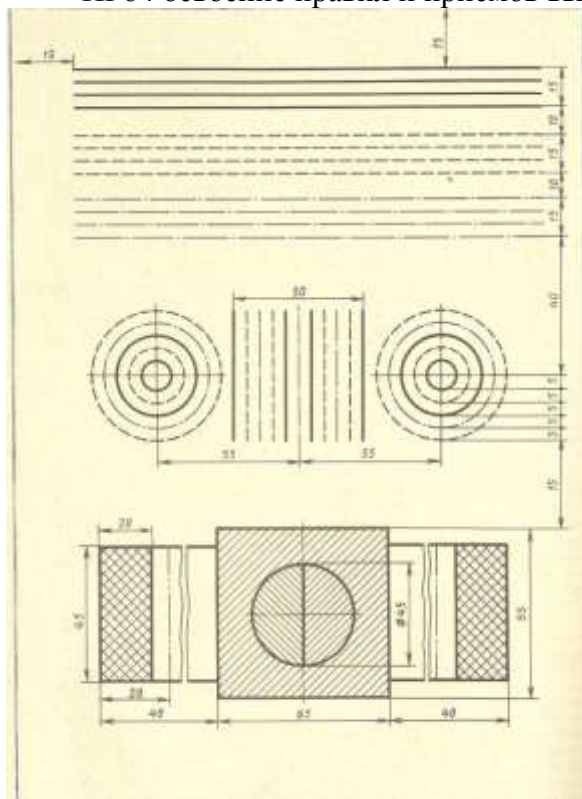

Рисунок 4 – Образец задания
4. Вычертить приведенные линии и изображения, соблюдая их указанное расположение, рис.4;